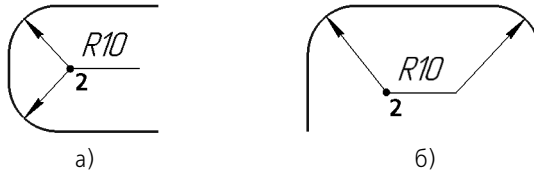

Рис. 39.6. Радиальный размер на полке с ответвлением:
В соответствии с ГОСТ размеры одинаковых радиусов допускается указывать на общей полке. Для такого варианта простановки размеров используются полки с несколькими ответвлениями (рис. 39.6).
- Чтобы следующее ответвление размера начиналось от начала полки (рис. 39.6, а), укажите вторую окружность (дугу окружности). При этом полка будет создана автоматически. Фантом размера изменится — он будет состоять из двух размерных линий и полки.
- Чтобы следующее ответвление размера начиналось от конца полки (рис. 39.6, б), она должна быть предварительно создана.
5. После указания всех необходимых окружностей (дуг окружностей), завершите простановку размера, задав точку **t2** начала полки (см. рис. 39.6).
- Переместить полку, изменив координаты точки **t2** (см. рис. 39.6) или «перетащив» ее мышью в нужное место. При определении положения точки **t2** вы можете использовать привязки (см. главу 15) и геометрический калькулятор (см. главу 16).